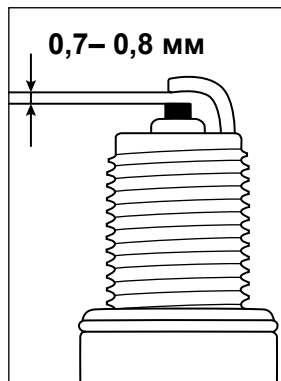

рис. 18
6. Проверьте величину зазора между заземляющим и центральным электродами, используя специальный щуп. При необходимости установите зазор 0,7-0,8 мм (рис. 18).